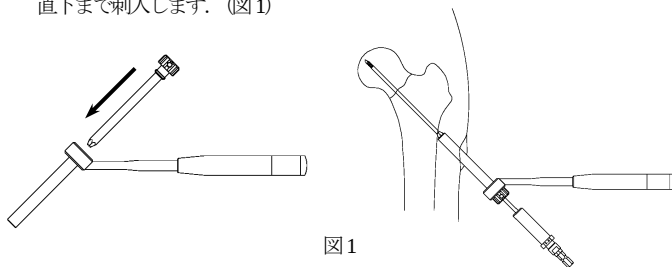

図 1
- 骨折部の整復後、遠位の SB フィックスが正面像でカルカー上、軸斜像で頸部中央に導入されるよう刺入位置を決定します。刺入点より近位に 20~30mm 程縦切し、ガイドピンスリーブを介して 3.2 ガイドピンを骨頭軟骨下直下まで刺入します。(図 1)